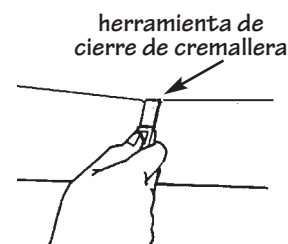

Figura 79.
- Use la herramienta de destrabado nuevamente para cerrar el panel superior sobre la traba en el nuevo panel (Figura 79).